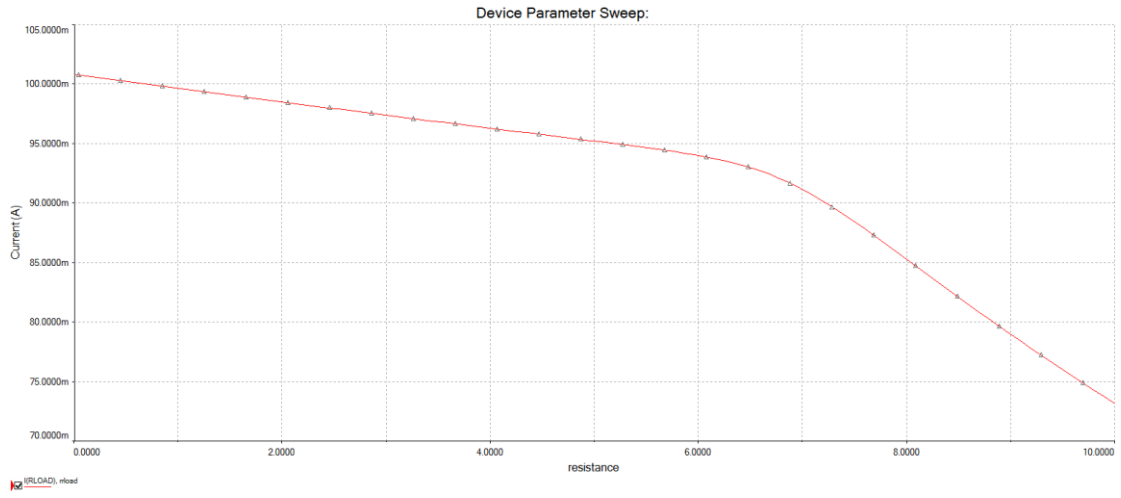

图 5-9b 电流镜型 100mA 恒流源带载能力很差
- 1) 负载改变时，输出电流波动较大。其实这个电路的电流镜作用，是维持右侧 I_B 基本稳定。大家回忆一下模电课基本内容，当 I_B 稳定时，输出电流 I_C 与 U_{CE} 之间满足一个稍向右倾斜的曲线（就是输出伏安特性曲线中较为平直的那一段），当负载电阻增大时， Q_2 的 C 端电位会上升，导致 U_{CE} 下降，工作点左移， I_C 自然就下降了。用 multisim12.0 仿真负载电阻从 0.01Ω 变化到 10Ω ，输出电流情况如图 5-9b，电流从 101mA 变到 85mA ，效果很差。